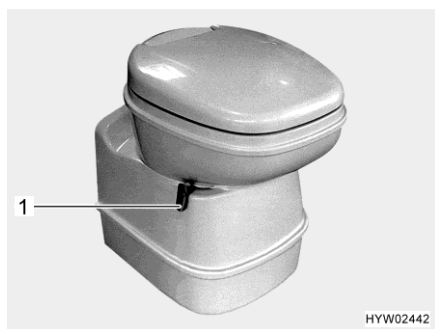
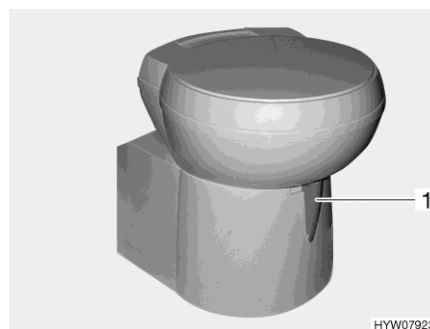

Fig. 295 Taza del inodoro Thetford, basculable
Fig. 296 Taza del inodoro Thetford, basculable (alternativa)
- Antes del lavado, abrir la corredera del inodoro Thetford. Para ello, empujar la palanca de corredera (Fig. 295,1 ó Fig. 296,1) en sentido contrario a las agujas del reloj.